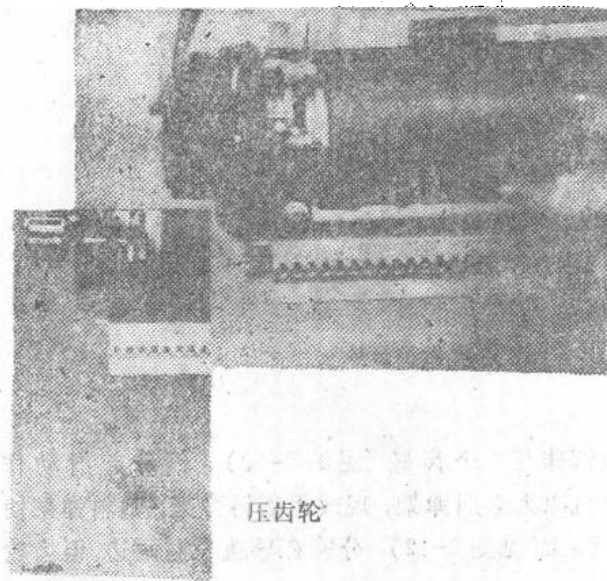

图 2-6
D. 压纸 压纸用压纸杆,压纸杆上有两个滚轮(见图 2-6),滚轮可左右移动。压纸杆右端有扭簧,起压紧纸的作用。压纸杆上有 88 格刻度,表示一行内最多可打 88 个字符。
E. 托纸 托纸板处在机头中央(见图 2-6)。长空牌机与飞翎牌机掀托纸板底部,英雄牌机扳动机头右角托纸板扳手,使托纸板自动伸出。托纸板用铆钉铆在小皮辊托板上,由托纸板底部的凸块控制松紧。